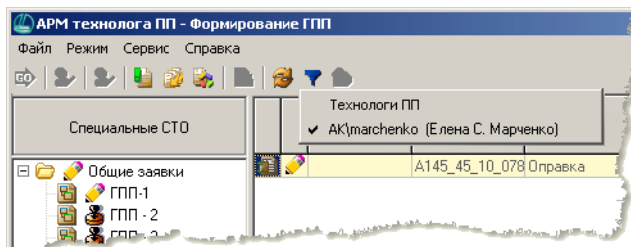

Рис. 1.10.
1. Чтобы выбрать фильтр, щелкните правой клавишей мыши по кнопке **Применить фильтр**. Откроется контекстное меню команды, в котором отображен список доступных фильтров. Щелчком мыши выберите нужный фильтр. Слева от его названия появится «галочка» (рис. 1.10).